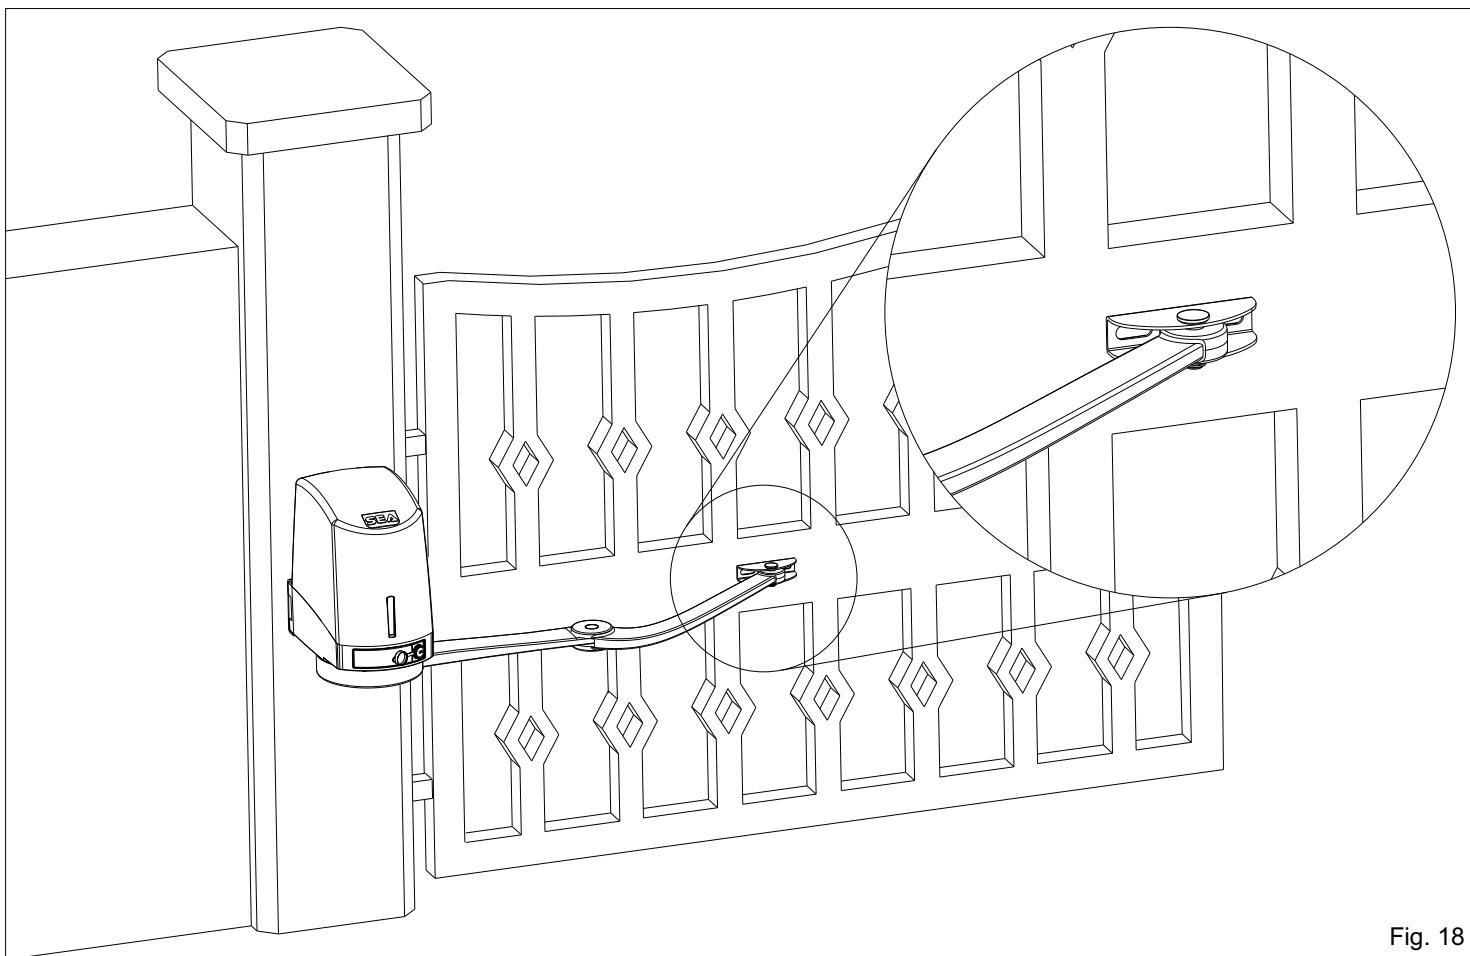

Fig. 18
- Etendre le bras articulé comme dans Fig. 10 appuyer la jonction antérieure réglable sur le portail et tracer deux signes au centre des deux boutonnières (Fig. 18) en respectant la mesure indiquée dans Fig. 10.